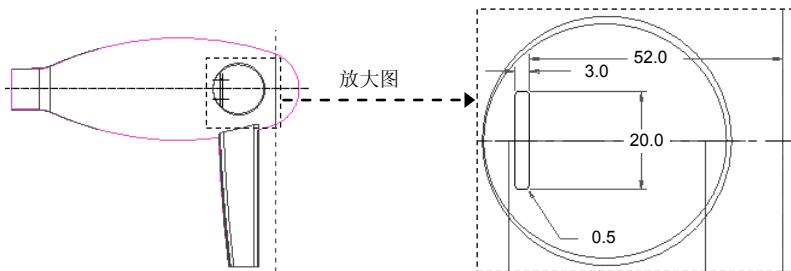

图 6.7.53 截面草图
(2) 在操控板中单击 **放置** 按钮，在弹出的“放置”界面中单击 **定义...** 按钮。然后设置草绘平面为 TOP 基准平面，参照平面为 RIGHT 基准平面；方向为 **右**；特征截面如图 6.7.53 所示；深度类型为 **穿透** (穿过所有)。